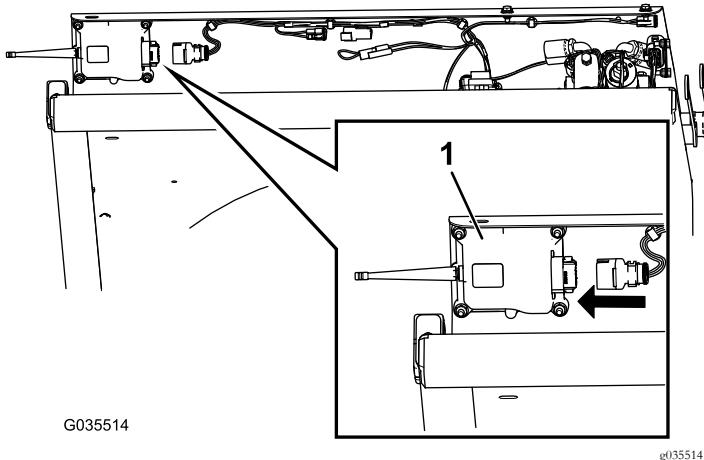

Рисунок 12
1. Найдите на жгуте проводов соединитель, предназначенный для базового модуля RF2CAN, и вставьте его в базовый модуль RF2CAN (Рисунок 12).